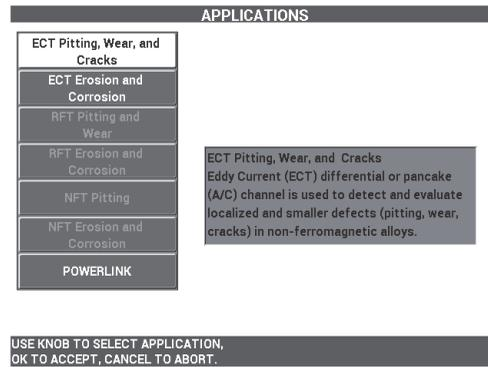

Figura 5-158 Aplicación ECT Pitting, Wear, and Cracks (ECT p/picad., desgaste y grietas)
2. Seleccione **CONTINUE** (continuar) [pulse la tecla A] para abrir el menú de selección de aplicaciones; a continuación, use la rueda de ajuste para seleccionar la aplicación **ECT Pitting, Wear, and Cracks** (ECT p/picad., desgaste y grietas); después, pulse la tecla **✓** para aceptar (vea la Figura 5-158 en la página 260).